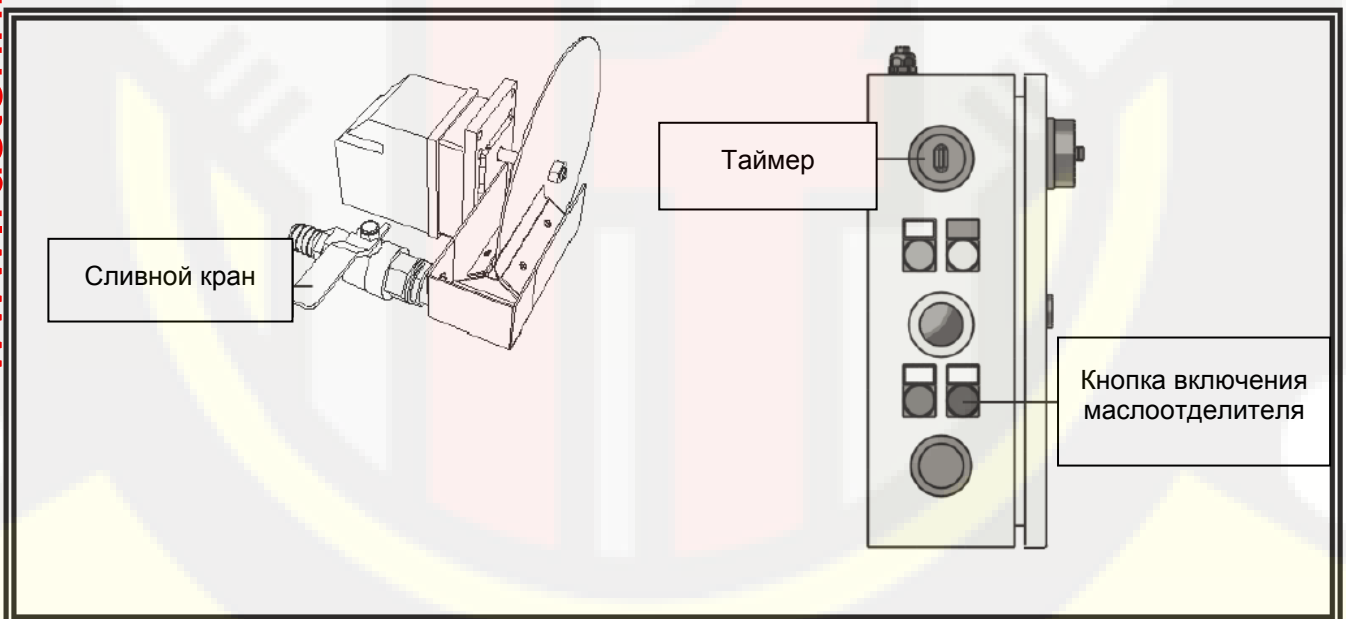

Рис. 9.7
- Задайте необходимое время работы маслоотделителя с помощью ТАЙМЕРА (Рис. 9.7)
- Нажмите кнопку включения МАСЛООТДЕЛИТЕЛЯ (Рис. 9.7).